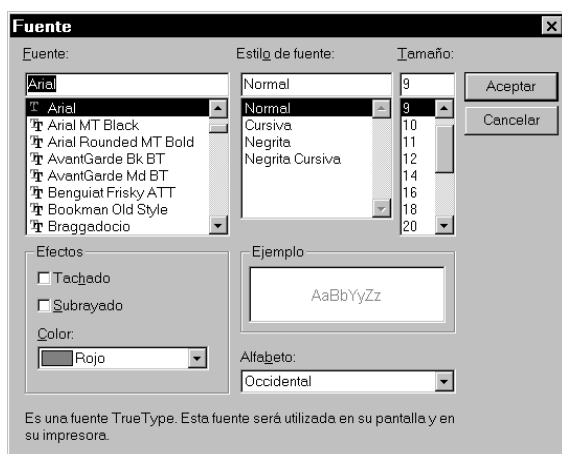

Figura 15. Cuadro de diálogo que permite cambiar el tipo de letra del texto seleccionado
- 14) **Font...** (Tipo de letra). Esta opción abre el cuadro de diálogo que se muestra en la Figura 15 permitiendo cambiar el tipo de letra y los efectos asociados a cualquier texto seleccionado.